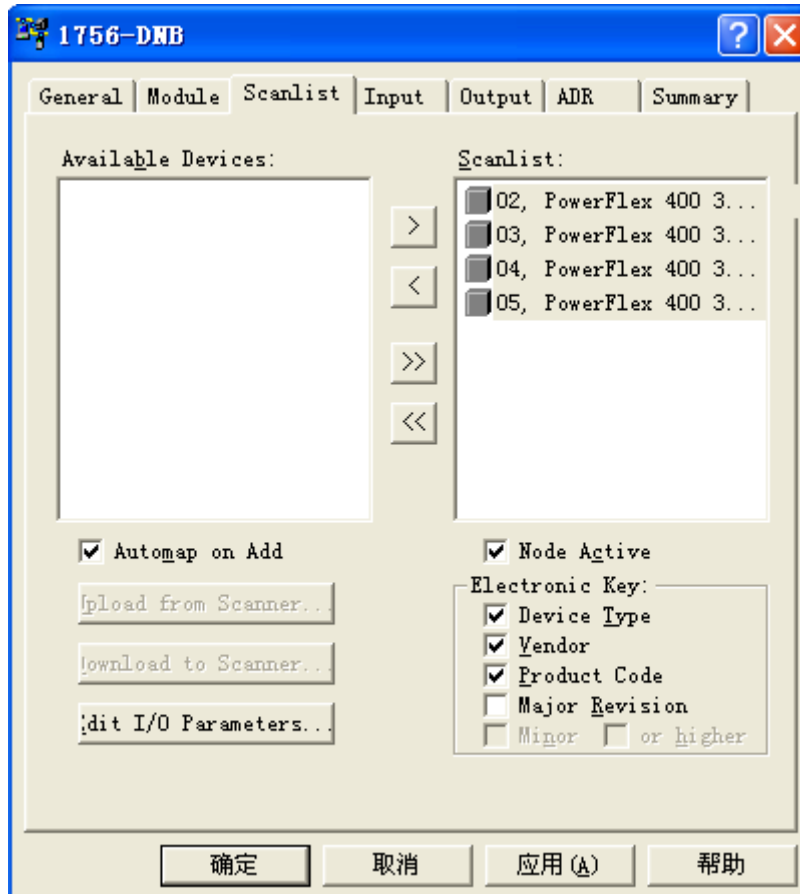

Fig. 3-16 扫描器模块对话框
Step 2, 右键点击扫描器 1756-DNB, 选择“Properties”, 在对话框中选择 Scanlist 栏, Upload 后出现 Fig. 3-16。通过点击<, >, >>或<<可选择将单个设备或所有设备纳入 Scanlist 或从 Scanlist 去除。